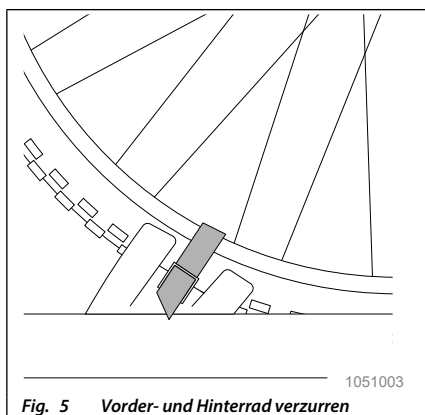

Fig. 5 Vorder- und Hinterrad verzurren
- verschieben Sie die Radschalen, bis diese von innen an den Reifen des Fahrrads anliegen (siehe Fig. 5).
- Zurren Sie bei jedem Fahrrad das Vorderrad und das Hinterrad mit den Ratschen-Bändern an der Radschale fest (siehe Fig. 5).